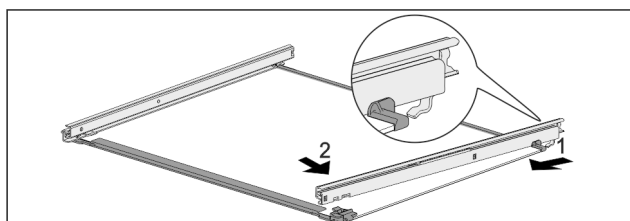

Fig. 125 Skleněná deska s kolejnicemi
- ▶ Zahákněte kolejničku vzadu. Fig. 125 (1)
- ▶ Zaklapněte kolejničku vpředu. Fig. 125 (2)